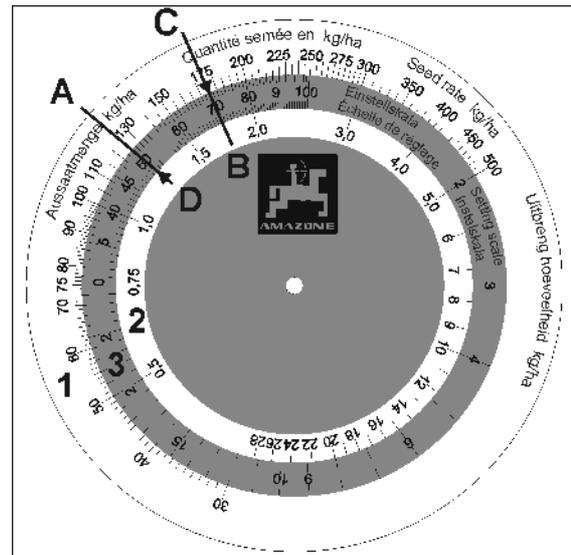

Fig. 40
La disquette comprend trois échelles graduées: une échelle en bordure du disque sur fond blanc (Fig. 40/1) pour les quantités supérieures à 30 kg/ha et une échelle intérieure sur fond blanc (Fig. 40/2) pour les quantités inférieures à 30 kg/ha. L'échelle intermédiaire à fond coloré (Fig. 40/3) indique les valeurs de réglage pour le sélecteur, échelonnées de 1 à 100..
2. Faites concorder la quantité calculée 125 kg/ha (Fig. 40/A) avec la valeur de réglage arbitraire "50" (Fig. 40/B) sur la disquette.
3. Lisez sur la disquette la valeur de réglage du sélecteur correspondant à la quantité de grain voulue de 175 kg/ha (Fig. 40/C). Dans notre exemple, la valeur de réglage à utiliser est "70" (Fig. 40/D).
1. Avant de vidanger la trémie, placez un seau sous les ouvertures des tubes de vidange (Fig. 40/1).